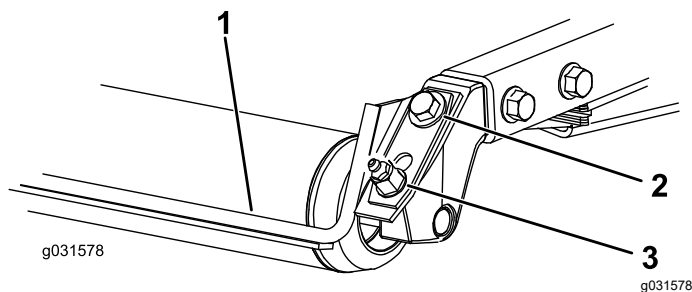

Figura 20
1. Slăbiți fittingul de lubrifiere și urubul de montare (Figura 20).